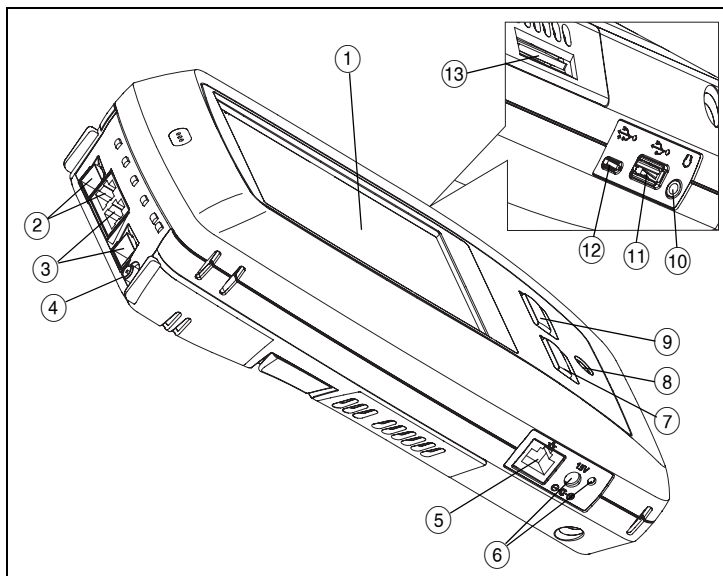

Figure 1. Connecteurs, touches et témoins
Connectez le réseau à tester au port A (élément ③ sur la Figure 1). Vous pouvez utiliser la prise Ethernet RJ45 pour les câbles cuivre ou un SFP inséré dans la prise SFP pour les câbles fibre optique.